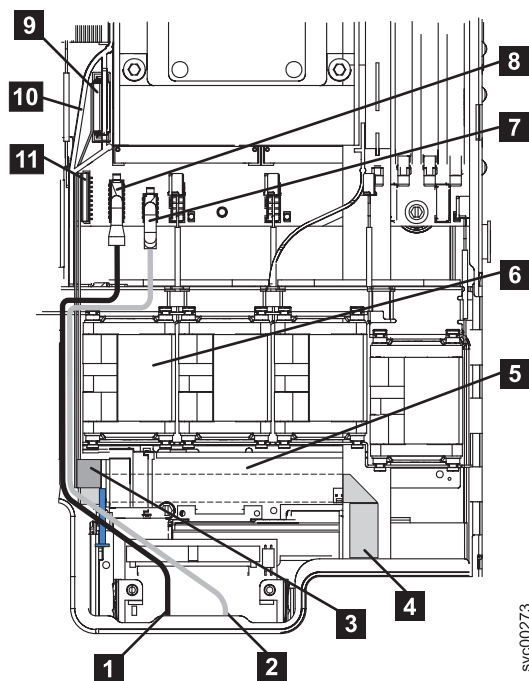

図 225. SAN ボリューム・コントローラ 2145-8G4 のビデオ・ケーブル、USB ケーブル、および CD/DVD ケーブル
4. ライト・パス・アセンブリーのリボン・ケーブル **4** をシステム・ボードに通します。ケーブルをシステム・ボード・ソケット **11** に再接続します。図 225 の中で、ノードのフロントは図の下部に示されています。ケーブル・プラグ上のコネクタはノード中央方向に持ってゆき、青側はノードの外部方向に持ってゆきます。